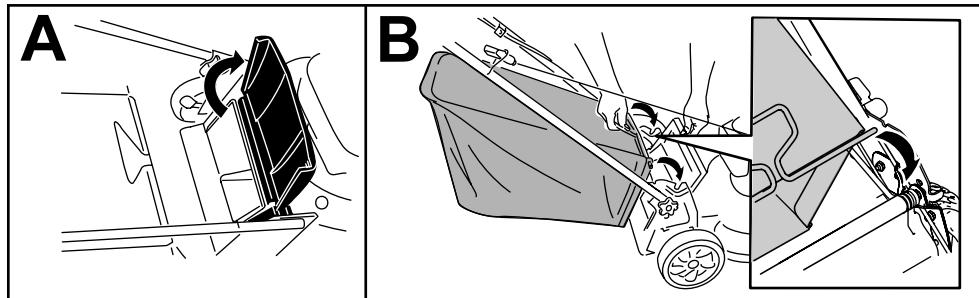

Bild 15
1. Heben Sie das hintere Ablenkblech an und halten Sie es hoch (A in Bild 15).
2. Setzen Sie den Grasfangkorb ein, stellen Sie sicher, dass die Stifte am Fangkorb in den Schlitten an der Holmhalterung einrasten (B in Bild 15).